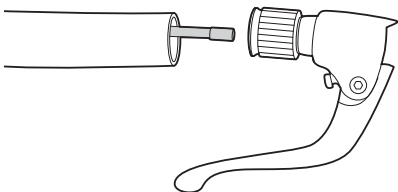

Figura 2. Funda de los cables sacada del manillar e introducción en la maneta del freno
2. Introduzca parte de la funda del cable, con su férula, en el manillar y en la maneta de freno (figura 2).